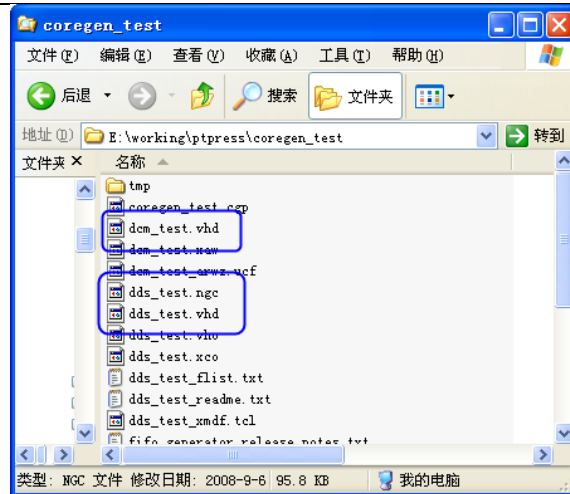

图 2.63 CORE Generator 生成的文件
(1) 在 CORE Generator 项目所在的目录下，会包含与用户新建 IP CORE 名字对应的 HDL 文件。如果是包含网表文件，则包含“NGC”格式的网表文件。
(2) 如图 2.63 所示，DCM CORE 是 FPGA 的硬核，在布局布线的时候只需要知道 HDL 的接口就可以了，所以只有 HDL 文件，没有网表文件。而 DDS CORE 则需要知道 IP CORE 的内部实现的信息，所以包含了 NGC 格式的网表文件。
(3) 设计者只需要在自己的设计中例化生成的 IP CORE 的 HDL 文件就可以了，CORE Generator 还会生成一个例子文件，方便设计者例化，比如图 2.63 中所示的“dds_tset.vho”，只需要将该文件中相应的部分复制到设计文件中修改即可。
(4) VHO 文件的内容如下所示，设计者可以把元件声明部分的代码复制到自己的代码中，然后将端口匹配的文件复制到自己的代码中，做相应的修改即可。